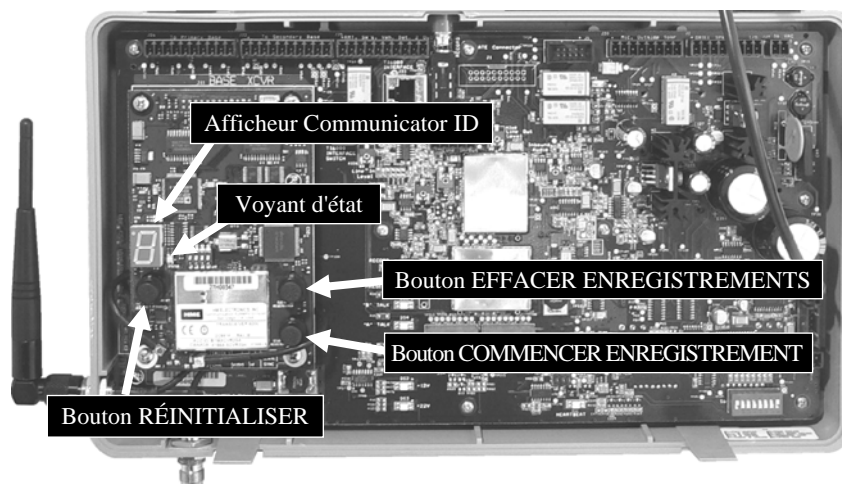

Figure 5. Boutons et indicateurs d'enregistrement
Un maximum de 15 Communicators peuvent être enregistrés. Lorsqu'un Communicator est remplacé, vous devez enregistrer le nouveau Communicator avant de pouvoir l'utiliser. Lorsqu'un Communicator est remplacé, le Communicator remplacé demeure en mémoire. Si le nombre maximum de 15 (en mémoire) est dépassé, l'afficheur du Communicator ID du poste de base affichera « F » pour « Full » (plein). Voir la Figure 5. Si cela se produit, vous devez effacer tous les enregistrements actuels et enregistrer de nouveau tous les Communicators actifs. Pour effacer tous les enregistrements, appuyez simultanément sur le bouton « Effacer Tous Les Enregistrements » (Clear All Registration) et sur le bouton « Réinitialiser » (Reset). Reportez-vous à la Figure 5 à la page 6. Continuez à maintenir enfoncé le bouton « Effacer Tous Les Enregistrements » (Clear All Registration) après avoir relâché le bouton « Réinitialiser » (Reset), jusqu'à ce que le code « c » (en bas de casse) apparaisse à l'afficheur du Communicator ID. Enregistrez tous les Communicators actifs de la même manière, un à la fois.
- Localisez les articles illustrés à la Figure 5. Si aucun Communicator n'est allumé, le voyant d'état se met à clignoter rouge. Si un Communicator est allumé, le voyant d'état sera vert de manière continue.